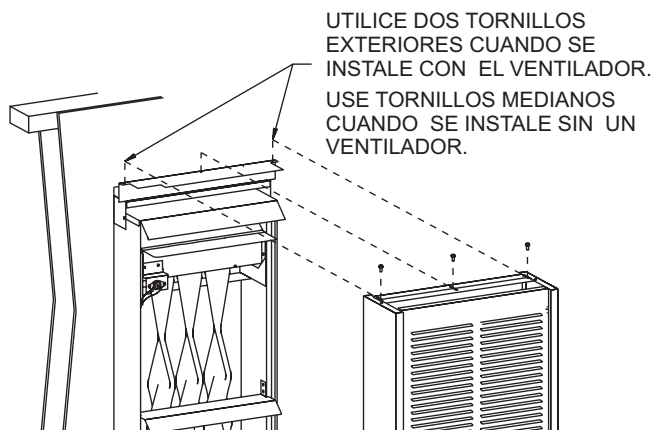

Figura 1
9. Fijar la carcasa exterior al ensamblaje del cabezera. Importante: No se usara el agujero de la claridad. Los dos agujeros de claridad se usaran para unir la carcasa exterior al ensamblaje del cabezera, el (1) tornillo del paso 4 y (1) tornillo suministrado en el paquete de ferretería. Vea la Figura 1.